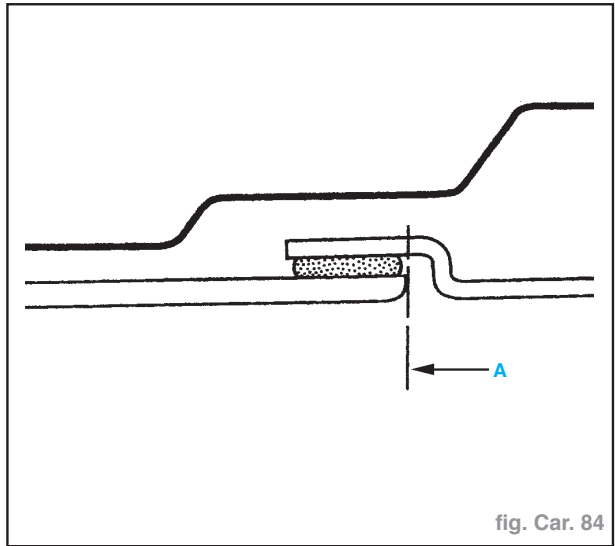

fig. Car. 84
- Découper l'aile suivant le dessin (fig. Car. 84).